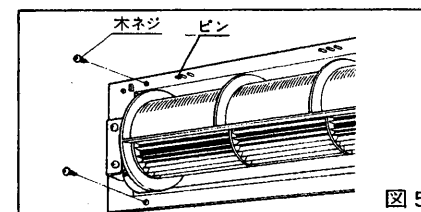

図 5
(4)本体を付属の木ネジで木枠に直接取付けてください。(図 5)